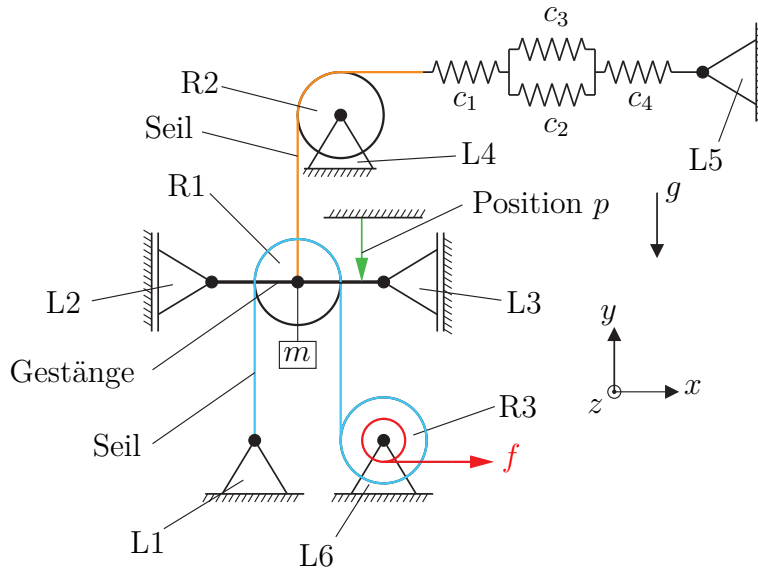

Abbildung 1: Mechanismus
1. Betrachtet wird der Mechanismus in Abbildung 1. Die vertikale Position p des masselosen Gestänges wird durch die von der Seiltrommel R3 abgewickelten Länge des masselosen Seiles bestimmt. Das Gestänge wird dabei mithilfe der Gleitlager L2 und L3 geführt. Die Rollen R1, R2 und R3 haben den Durchmesser d . Die Rolle R3 ist zusätzlich mit einer kleineren Rolle mit dem Durchmesser $d/2$ starr verbunden. Alle Rollen können als masselos angenommen werden. Der Federmechanismus, bestehend aus vier Federn mit den linearen Federkonstanten c_1 , c_2 , c_3 und c_4 , wird dabei durch die Kraft f und die Gewichtskraft der Masse m gespannt. Die Masse m ist direkt in der Mitte des Gestänges befestigt. Reibungseffekt im Mechanismus sind zu vernachlässigen, d. h. es tritt keine Seil- oder Lagerreibung auf. 12 P. |